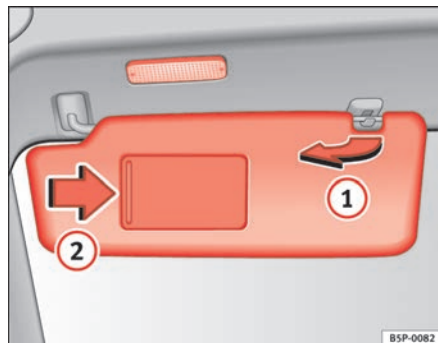

Fig. 80 Parasol del lado del conductor
Los parasoles del conductor y del acompañante pueden extraerse de sus soportes centrales y girarse hacia las puertas ⇒ **fig. 80 (1)**.